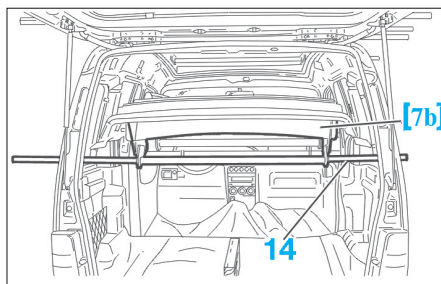

FIG. 119
- Soulever l'arrière de l'outil [7b] pour insérer le tube arrière (14) en appui sur les feuillures des vitres AR (Fig.119).